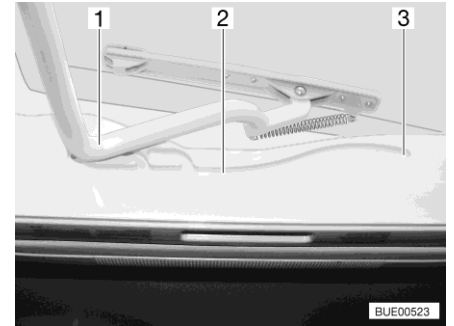

Fig. 52 Glissière (lanterneau Heki)
- Tirer l'étrier (Fig. 52,1) dans les glissières (Fig. 52,2) jusque dans la position la plus reculée (Fig. 52,3).
- Pousser l'étrier (Fig. 52,1) légèrement vers le haut avec les deux mains.
- Tirer l'étrier dans les glissières (Fig. 52,2) jusqu'à la position souhaitée.